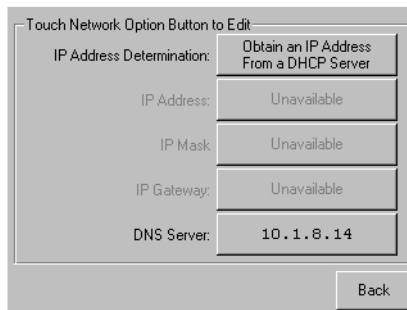

Figura 3-9. Pantalla IP address determination (determinación de dirección IP)
- En la pantalla Menu (Menú), seleccione la opción Network (Red) en la zona Edit Options. Aparecerá la pantalla IP Address Determination (Determinación de Dirección IP) (consulte la Figura 3-9).
2. Seleccione la opción IP Address Determination (Determinación de Dirección IP) (consulte la Figura 3-9) y, a continuación, User-Specified IP Address (Dirección IP Especificada por el Usuario) (consulte la Figura 3-10).